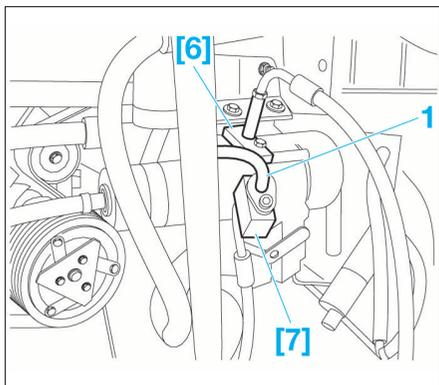

FIG. 22
- Écarter le tuyau haute pression (1) (Fig.22).